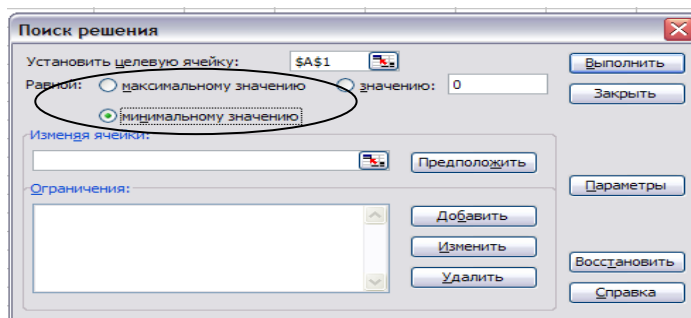

Рисунок 3.4 – Работа в диалоговом окне «Поиск решения»
5. В окне диалога "Поиск решения" нужно установить переключатель (рисунок 3.4).